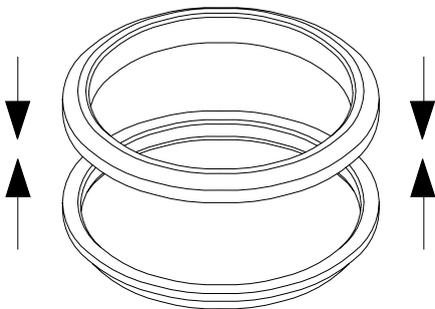

Fig.6-7 Stützring
1. Fügen Sie den neuen Sitz und den Stützring zusammen (→ Fig.6-7).